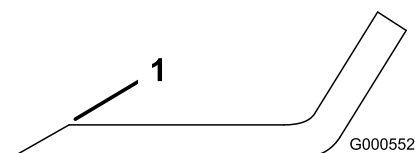

Figura 59
1. Utilice una lima para afilar el filo de corte en ambos extremos de la cuchilla (Figura 59).
Nota: Si la cuchilla no está equilibrada, rebaje algo el metal en la parte de la vela solamente con una lima (Figura 59).